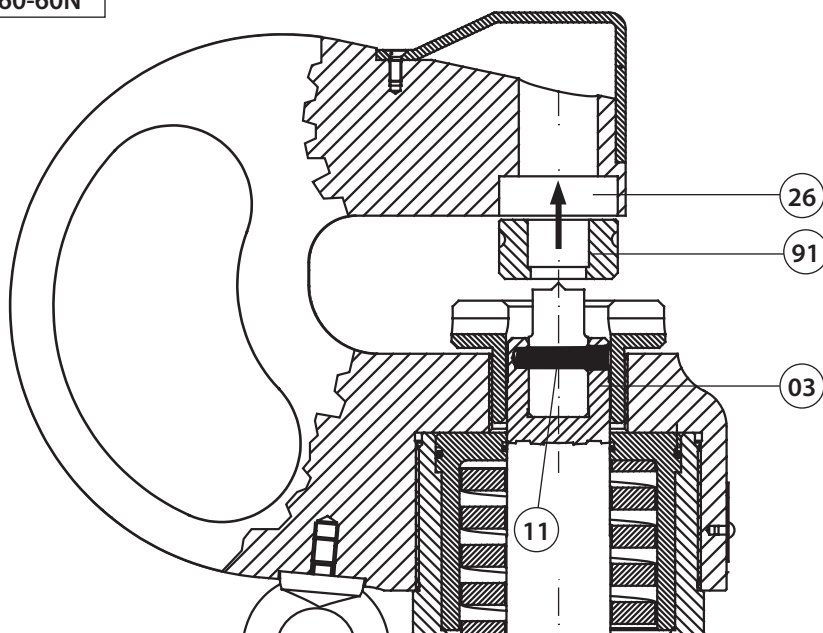

FIG. 3 DIE ASSEMBLY MONTAGE DE LA MATRICE EINBAU DER MATRIZE
- Ruotare a mano la vite premi-lamiera (10) per orientarne la scanalatura (y) verso il fronte della testa.
- Azionando lentamente la pompa, fare avanzare il pistone (03) sino alla posizione in cui, attraverso la scanalatura (y) risulti completamente visibile il grano (11); svitare detto grano utilizzando una chiave a brugola da 3 mm ed estrarlo in modo da liberare la sede interna del pistone stesso.
- Introdurre il punzone (90) sino ad inserirlo nella sede interna del pistone (03) tenendo allineato il foro (x) del punzone con il grano (11).
- Inserire il grano (11) ed avvitare a fondo in modo da bloccare il punzone dentro il pistone.
5. MONTAGGIO DELLA MATRICE (Rif. a Fig. 3)
- Assicurarsi che la pressione nella pompa, cui è allacciata la testa, sia rilasciata in modo che il pistone (03) sia completamente represso in posizione di riposo.
- Svitare, con la chiave a brugola da 3 mm, il grano (26) di blocco.
- Inserire la matrice (91) nella sua sede rispettando la posizione della scanalatura di blocco che deve trovarsi verso l'alto.
- Riavvitare il grano di blocco (26).